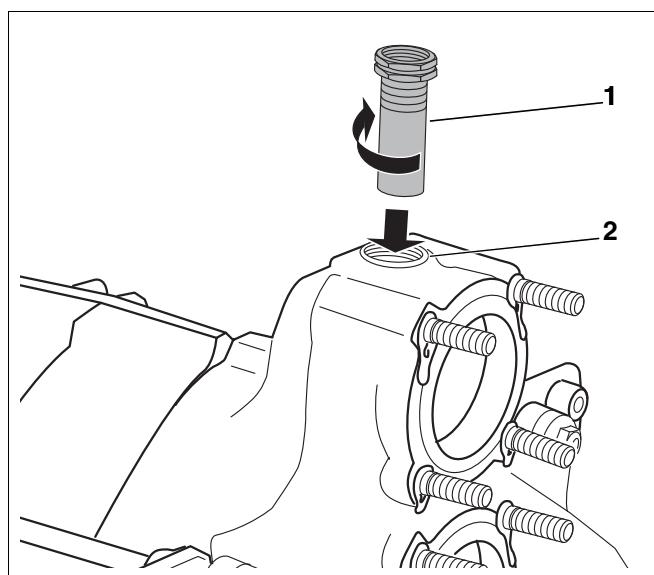

Рис. 20 Установка гильзы для датчиков
- Вставить гильзу $\frac{3}{4}$ " (длина: 110 мм) (рис. 20, **поз. 1**) сверху в резьбовое отверстие $\frac{3}{4}$ " штуцера подающей линии (рис. 20, **поз. 2**).